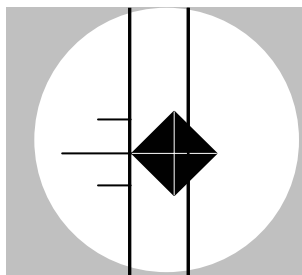

图 5-9 移动左边细线到压痕左尖端
4. 向左移动测微目镜的细线定位鼓轮，使左边的细线刚好卡在压痕对角线的左尖端并与之垂直，见图 5-9。此操作将使两根线都一起移动。